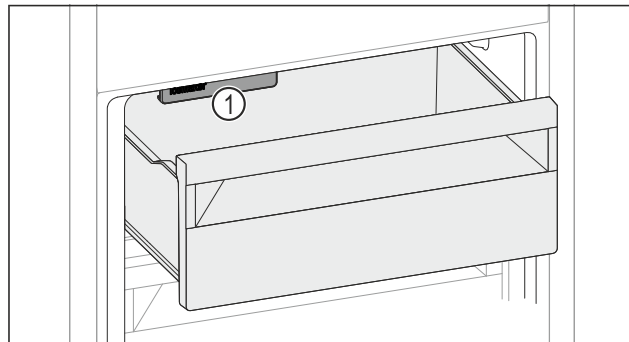

Fig. 126
- ▶ Внимавайте за IceMaker *Fig. 126 (1)*.